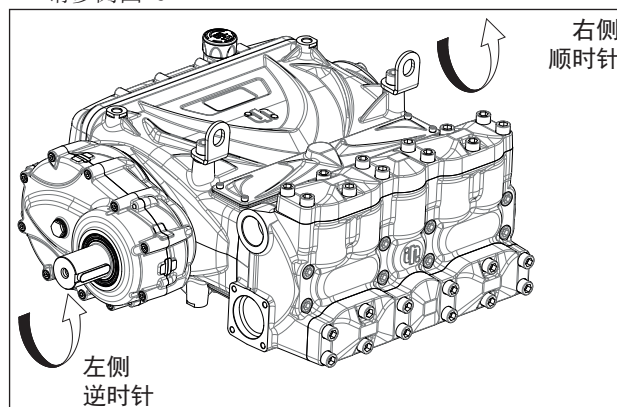

图 6
- 请参阅图 6
观察泵正前方上部，泵轴的PTO轴应在左侧(请参阅图 6)。